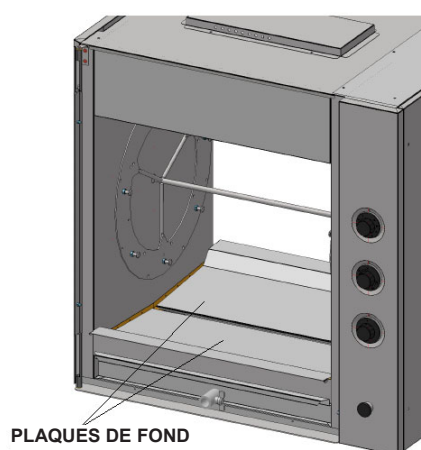

Figure 2.2
- Installez les plaques de socle dans le gril (voir figure 2.2).